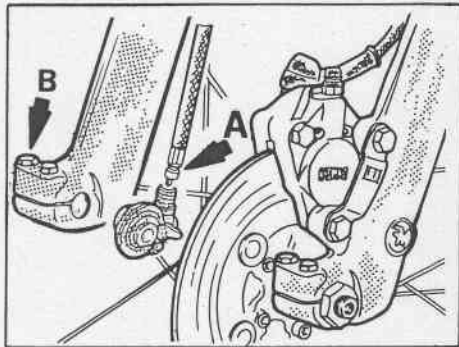

Fig. 33 - Smontaggio ruota anteriore.
- svitare la trasmissione contachilometri dal rinvio situato sul lato destro del veicolo tra la gamba forcella ed il mozzo ruota (A Fig. 33);
- allentare le viti di bloccaggio foderi (B Fig. 33);